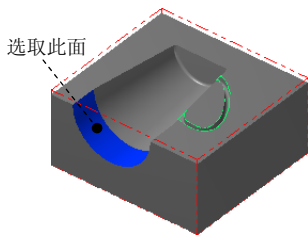
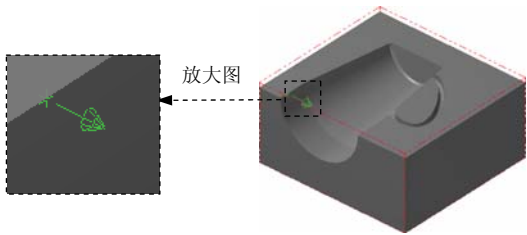

图 21.30 定义附着面
图 21.31 定义边界位置
(1) 选择命令。选择下拉菜单  绘图  曲面曲线  单一边界 命令。
(2) 定义附着曲面和边界位置。在图形区中选取图 21.30 所示的面为附着曲面, 此时在所选取的曲面上出现图 21.31 所示的箭头。移动鼠标, 将箭头移动到图 21.31 所示的位置单击鼠标左键, 此时系统自动生成创建的边界预览。单击  按钮完成指定边界的创建。